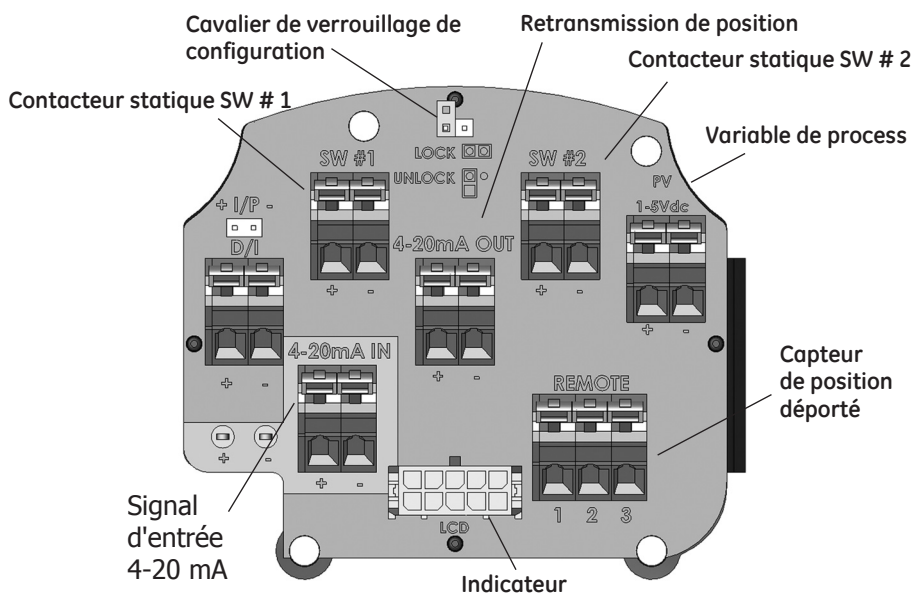

Figure 23 Raccordements au module électronique (via le distributeur de raccordement).
1. Desserrer les quatre (4) vis du couvercle et retirer le couvercle du SVI II AP. Connecter les bornes +/- à la source de courant + à + et - à -. Se reporter à la Figure 23 à la page 43. Remettre le couvercle et l'indicateur.